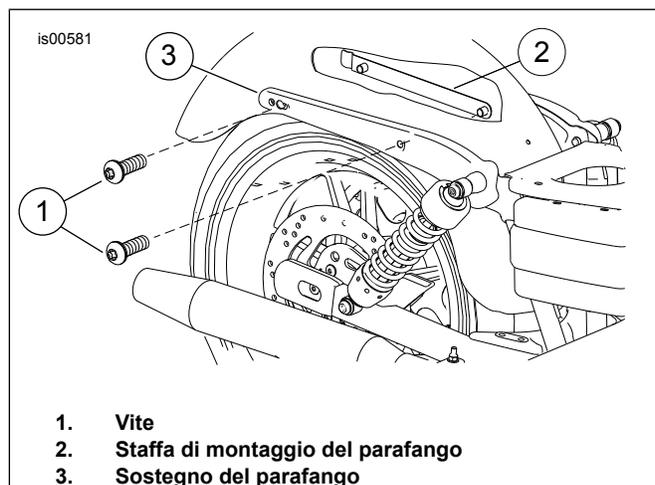

Figura 3. Modelli senza accessori rimovibili
1. **Per tutti i modelli:** Vedere Figura 3. Lavorare su un lato del veicolo per volta. Rimuovere dal sostegno del parafrangente (3) ed eliminare le viti di montaggio di serie del parafrangente (1) e la staffa di montaggio di serie del parafrangente (2).